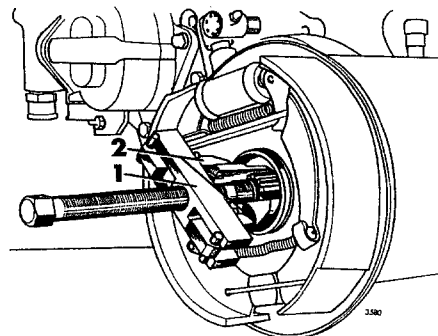

Fig 08-15. Demontering av tätning-ring
7. Dra ut tätningringen, se fig 08-15. Vid demonteringen av den främre tätningringen bör gummit skäras upp så att avdragaren får tag i den främre plåtkanten.